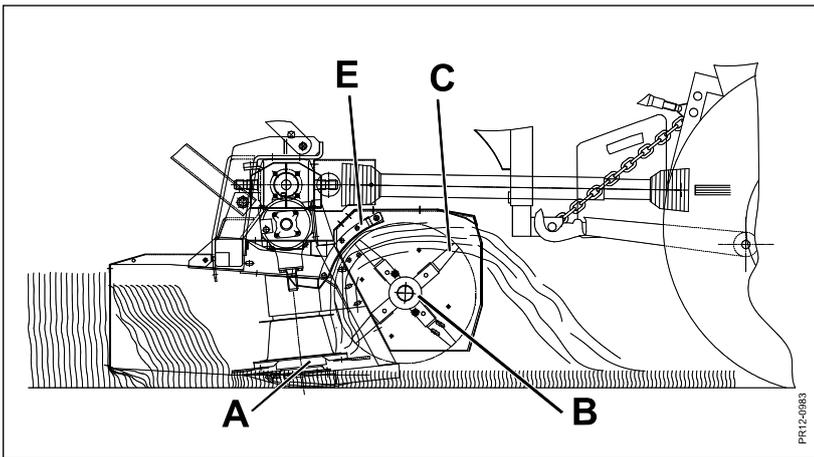

Fig. 3-1.2
**Fig. 3-1.2 GD 3200 FM:** Der Mähbalken **A** schneidet das Mähgut ab und wirft es nach hinten zu dem Aufbereiterrotor **B**. Der Aufbereiterrotor **B** besteht teils aus einer Schneckensektion in beiden Seiten, und teils aus einem PE-Fingeraufbereite in der Mitte. Die Schneckensektion transportiert das Gras auf die Mitte der Maschine zu, und die PE-Finger **C** fangen die Ernte, hebt sie und wirft sie nach hinten in einem Schwad von 1,4 bis 1,5 Metern.